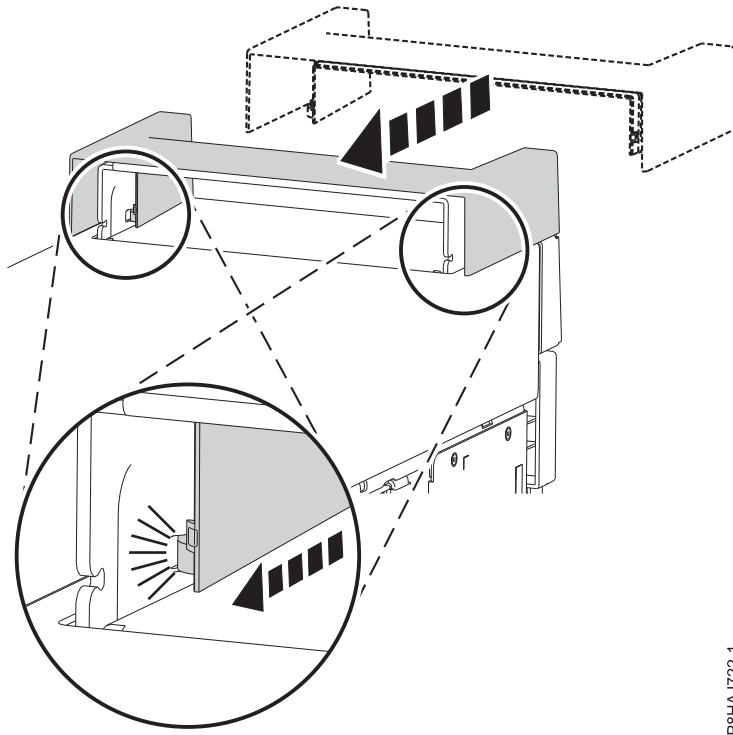

Abbildung 59. Befestigen der Griffabdeckung bei einem Standalone-System vom Typ 8286-41A
1. Befestigen Sie die Griffabdeckung an der internen RDX-Andockstation (FC EUA3), indem Sie sie in Richtung der Rückseite des Systems schieben. Siehe Abb. 59.